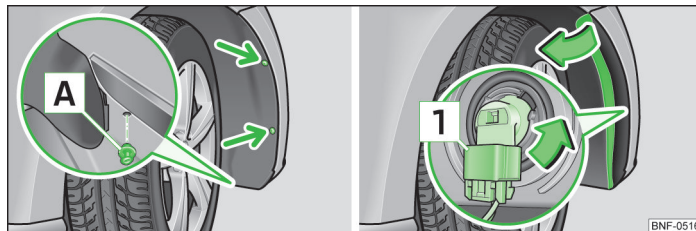

Fig. 129 Hjulkasse foran: udskiftning af pære til tågeforlygte
- Skru de to skruer til hjulkassebeklædningen ud med skruetrækkeren » Side 136, *Bilens værktøj* (pile) » Fig. 129.
- Skru låseclipsen **A** » Fig. 129 nederst på hjulkassebeklædningen ud med en flad, stump genstand, fx en mønt, og tag den af.